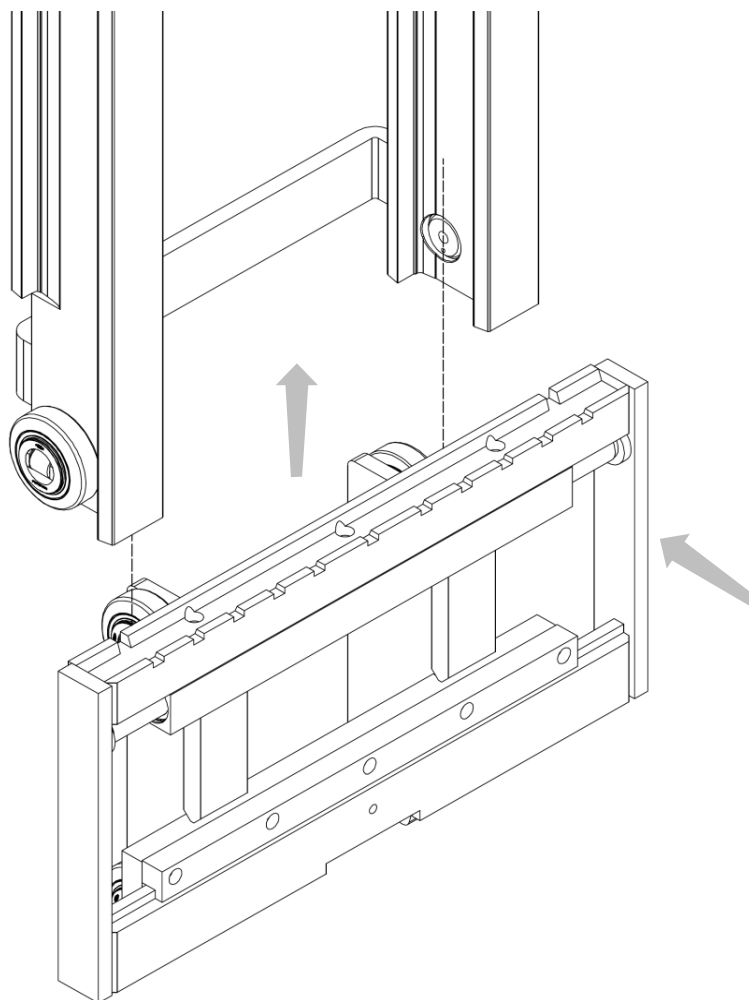

Figura 10
7. Instale el equipo en el mastil insertando los rodillos en las guías de deslizamiento correspondientes y sujete las cadenas en los orificios de los hombros de acuerdo con los métodos indicados por el fabricante del mastil (mira *Figura 10*).